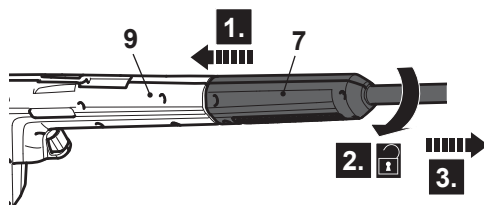

Fig. 7
2. Presione la lanza de extensión (9) hacia la pistola de pulverización (9) (Fig. 7, paso 1) y girarla en el sentido contrario a las agujas del reloj (paso 2) para retirarla (paso 3).